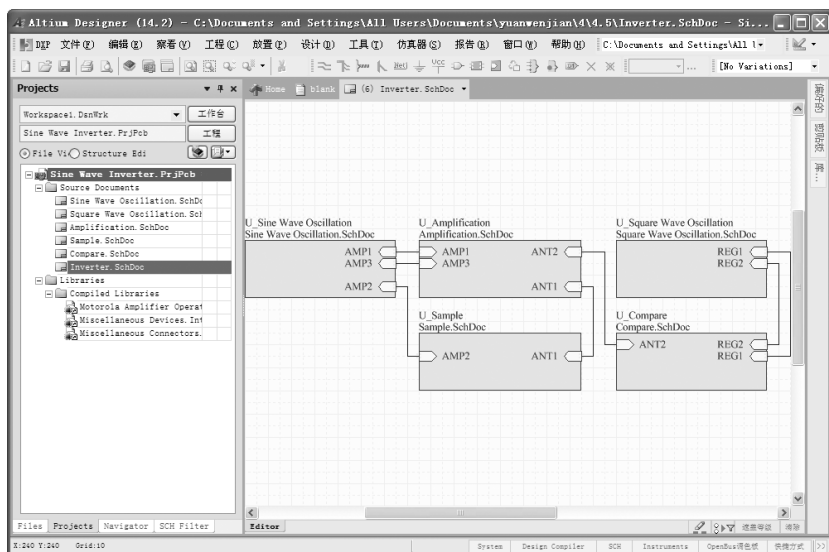

图 5-32 绘制连线
4) 连接导线。单击“连线”工具栏中的  (放置线) 按钮,完成方块图中电路端口之间的电气连接,如图 5-32 所示。